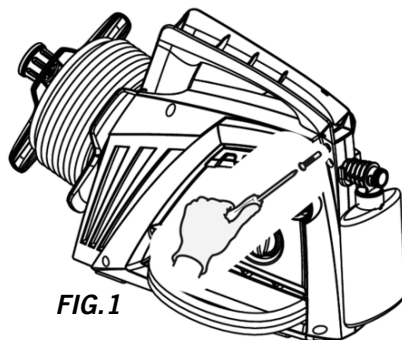

FIG. 1
2. Steek de handgreep (2) op de bovenkant van het apparaat, schuif het voorwaarts in positie en breng de schroef (11) aan, niet te vast aandraaien. (Fig. 1).